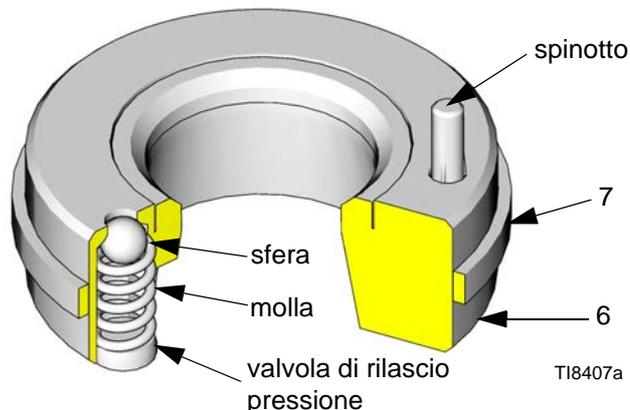

FIG. 3. Sede dell'ingresso con la valvola di rilascio pressione
13. Rimuovere i tubi (3) e il cilindro (1). Estrarre il gruppo del pistone dal cilindro. Ispezionare la superficie della biella del pistone (17) e le superfici interne del cilindro e dei tubi. Se una qualunque di queste parti è usurata o danneggiata, sostituirla.
14. Rimuovere dalla morsa il collettore di ingresso (18).
15. Rimuovere i quattro coperchi a vite (9) e le rondelle (8) dal collettore di ingresso (18).
NOTA: una sede di ingresso (6) include una valvola di rilascio pressione. Vedere la FIG. 3. Questa sede deve essere posizionata esattamente nel luogo indicato (con il lato sinistro come illustrato in FIG. 4). Come guida utilizzare il localizzatore nell'involucro di ingresso.
16. Rimuovere le sfere (5), le sedi di ingresso (6 e 33) e le guarnizioni (7).
Prestare attenzione a non lasciar cadere né danneggiare le sfere (5) o le sedi (6 e 33). Una sfera o una sede danneggiata non è in grado di sigillare adeguatamente, causando perdite nella pompa. Una sede della valvola di ingresso (33) può essere invertita per garantire una maggiore durata della sede. Tuttavia, la sede (6) d'ingresso del fluido è provvista di una valvola di rilascio pressione e non è reversibile. Vedere FIG. 3 per l'orientamento adeguato.
17. Ispezionare la valvola di rilascio pressione nella sede (6) per verificare che non sia otturata. Premere la sfera della valvola per verificare che la sfera e la molla siano libere di muoversi. Vedere la FIG. 3.